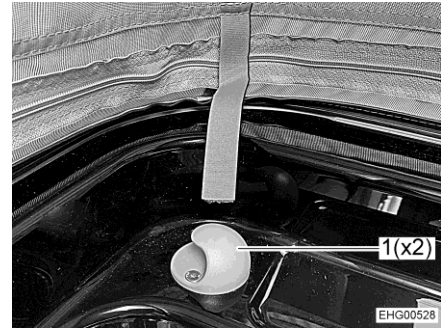

Fig. 53 Fixation
- Accrocher le filet de sécurité aux deux fixations (Fig. 53,1).